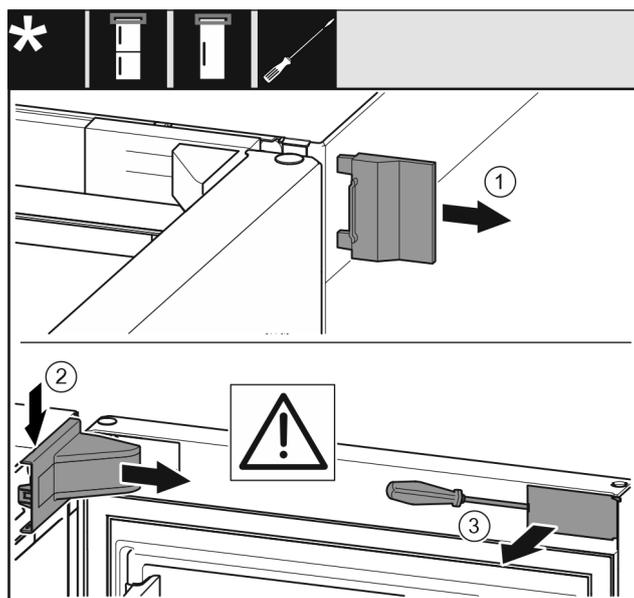

Fig. 9
- Retirar la cubierta exterior. *Fig. 9 (1)*
- Desencajar y soltar la cubierta del soporte de apoyo. Retirar la cubierta del soporte de apoyo. *Fig. 9 (2)*
- Desencajar el panel con el destornillador para tornillos de cabeza ranurada y moverlo a un costado. *Fig. 9 (3)*